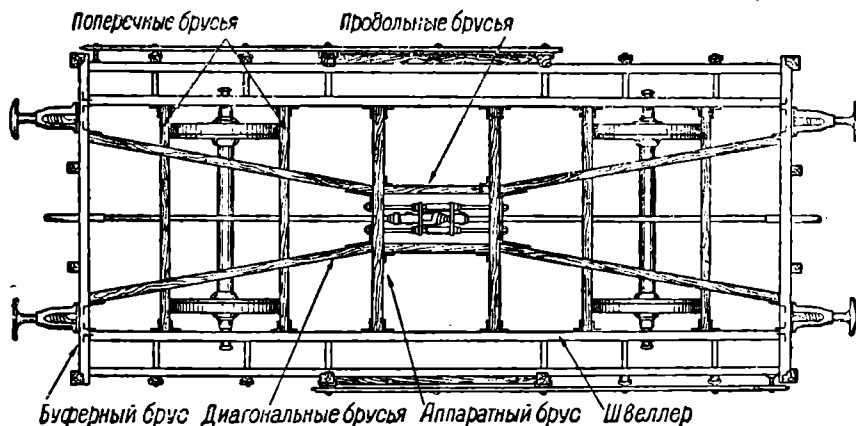

Рис. 138. Рама нетормозного товарного вагона.
**Рама со сквозной упряжью** (рис. 138) составлена из двух железных буферных брусьев. К ним прикреплены продольные железные брусья, называемые швеллерами. Швеллера воспринимают нагрузку от сжатия буферов. Для усиления всей конструкции (против перекоса) внутри рамы ставят 4 диагональных бруса и 6 поперечных, а для размещения упряжного аппарата ставят еще два коротких продольных бруса. Подобная рама имеется во всех грузовых вагонах „нормальной“ конструкции на подъемную силу 16,5 тонн.